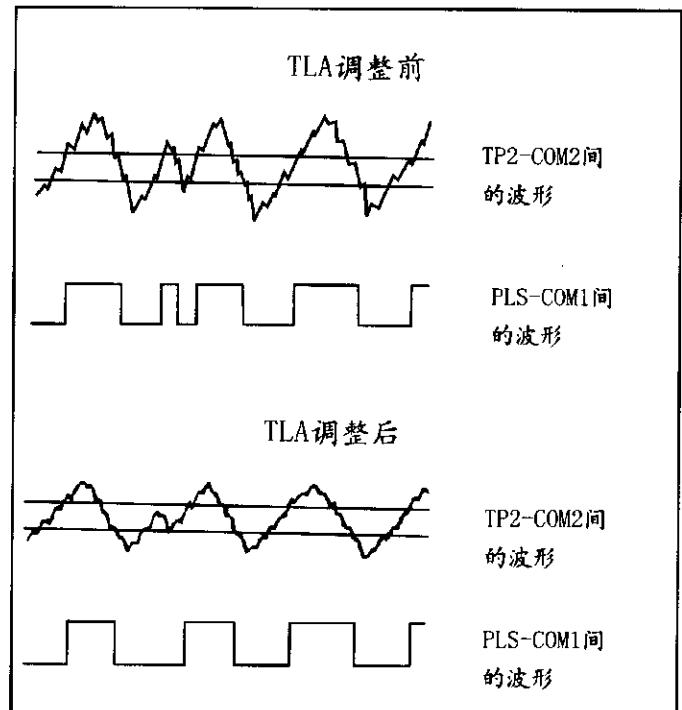

图8-6 TLA调整 (小流量时)
- (2) 在流体的流动无法中断的场合，缓慢地旋转TLA调整螺丝，一直调到在小流量时的误差大致为零时为止。在备有示波器的场合，逆时针方向旋转TLA调整螺丝，一直到脉冲波形如图8-6所示那样。